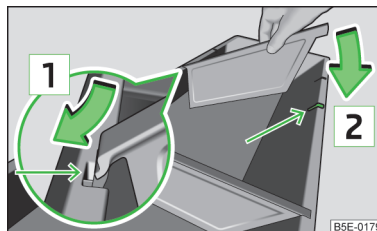

Fig. 80
- Empujar la pestaña de encastre de la guía portante transversal en el sentido de la flecha debajo del borde posterior de la caja [1] » fig. 80.